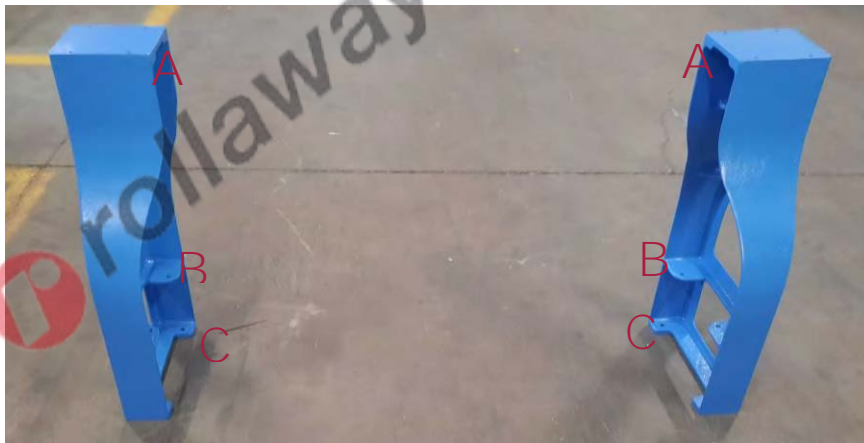

Figura 14 Gambe della base del tornio.
3. Inserire nei punti "B" mostrato in Figura 14 la piastra porta oggetti facendo attenzione ad allineare i fori di fissaggio presenti sulle gambe con quelli della piastra. A questo rendere tutto solidale inserendo e stringendo i dadi ed i bulloni di fissaggio.
4. Sollevare il tornio dall'imbollo con un mezzo opportuno ed appoggiarlo sul banco realizzato. L'utilizzatore è pregato di centrare i fori di fissaggio "A" mostrati in Figura 14 presenti sul banco allineandoli con quelli presenti sul tornio. Infine inserire i bulloni e stringere i dadi.
5. All'utilizzatore viene data la possibilità di rendere il tornio solidale alla superficie su cui è appoggiata la base. Occorre creare dei fori nella superficie ed allinearli con quelli di fissaggio "C" mostrati in Figura 14. Per ultimo, inserire bulloni di fissaggio e stringerli.